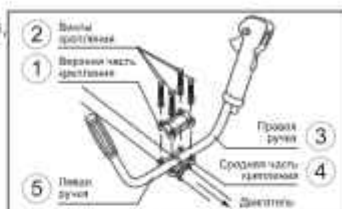

Рис. 2
1. Снимите верхнюю часть крепления рукояток выкрутив 4 винта **2** (рис. 2). Установите рабочие рукоятки **3** и **5** (рис. 2). Правая рукоятка **3** (рис. 2) снабжена органами управления двигателем, курок правой рукоятки должен быть направлен в сторону редуктора.
1 (рис. 2).